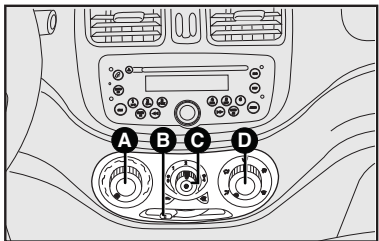

fig. 39
COMANDOS - fig. 39
1) Seletor para a temperatura do ar **A-fig. 39** totalmente posicionado à esquerda.
2) Seletor do ventilador **C-fig. 39** posicionado na velocidade máxima.
3) Seletor de distribuição do ar **D-fig. 39** apontado para ; controlar para que todas as saídas de ar estejam totalmente abertas.
4) Ligar o ar-condicionado apertando o seletor **C-fig. 39**.
baçamento e ativar o condicionador, apertando o seletor **C-fig. 39**.
- 1) Condicionador de ar ligado: seletor **C-fig. 39**.